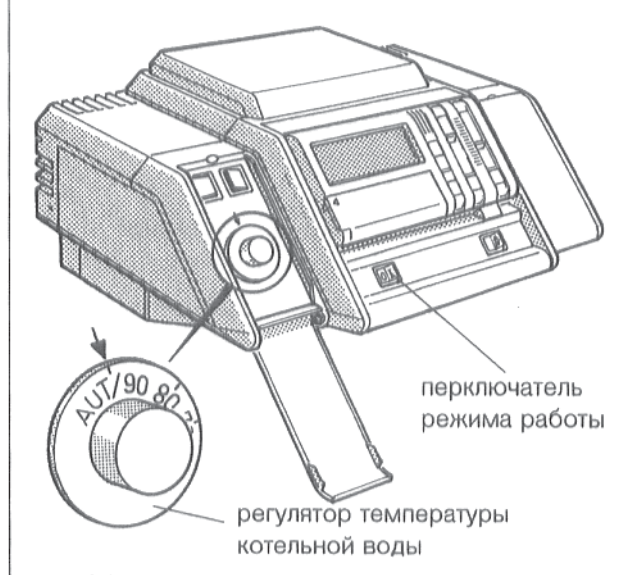

Рис. 4
- Открыть левую откидную крышку регулятора в направлении вниз (рис. 4)
- Установить регулятор температуры котельной воды (рис. 4) на “AUT”
- Закрыть откидную левую крышку регулятора (рис. 4).
- Установить переключатель режима работы (рис. 4) на поз. 0 „ВЫКЛ.“